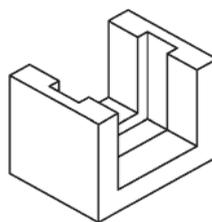

Рис. 1
- В канале необходимо сделать паз под щитовой затвор, как показано на рис. 1.